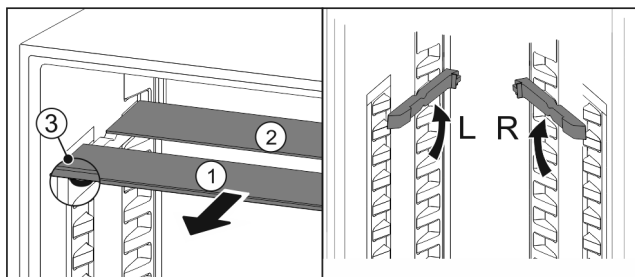

Fig. 28
- Steklene plošče posamično izvlecite Fig. 28 (1) naprej.
- Steklena plošča Fig. 28 (1) z okrasno letvijo je spredaj.
- Zaustavljalniki Fig. 28 (3) so obrnjeni navzdol.